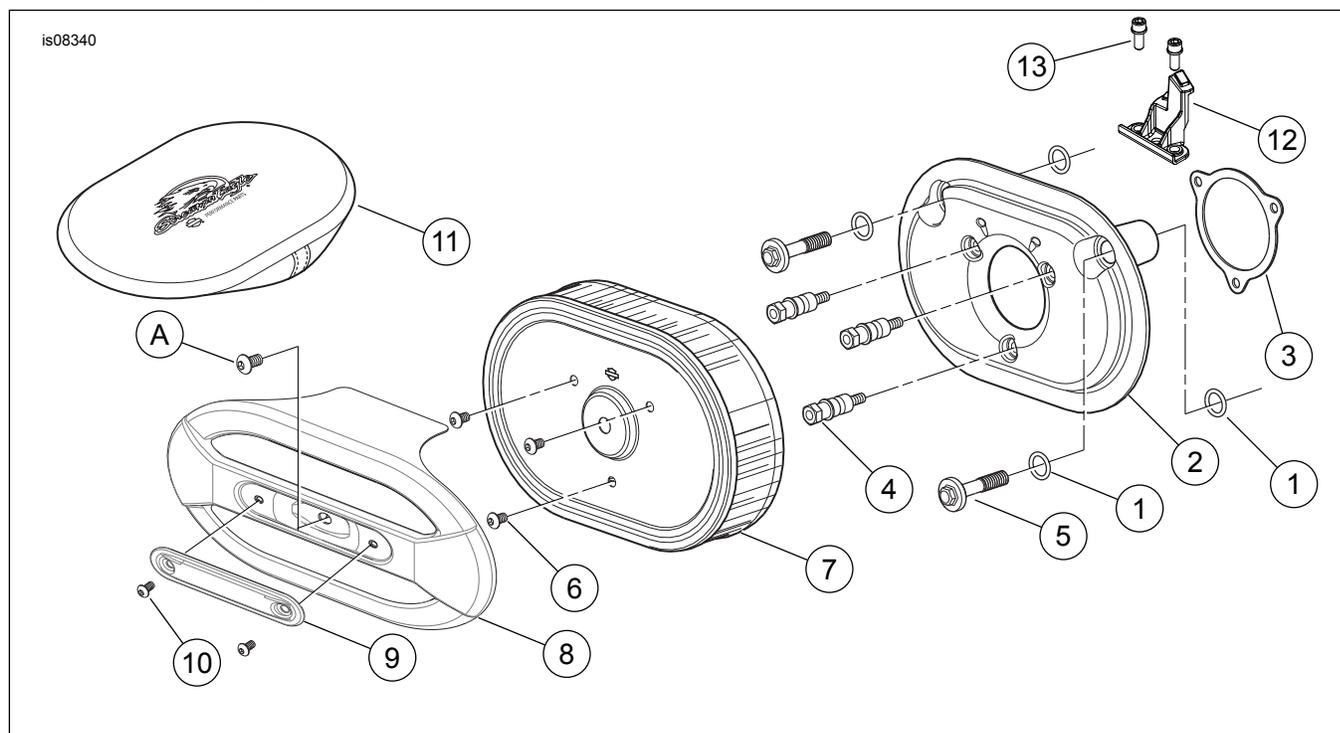

Figura 3. Peças de reposição: Kit do filtro de ar de desempenho Elite com ventilador Screamin' Eagle
Veja Figura 3 e Tabela 1.
1. Veja Figura 3. Instale a presilha ACR (12) nos espaços do módulo de indução onde o suporte foi montado. Fixe com os parafusos (13). Aperte os parafusos com torque de 3,4–4,5 N·m (30–40 ft-lbs).
3. Monte dois anéis de vedação “o-rings” (1) nos canais em torno dos furos dos parafusos do respiro no lado módulo de indução do conjunto da placa de apoio (2). Monte os outros dois anéis de vedação “o-ring” nos canais do lado de baixo das cabeças dos parafusos do respiro (5).
4. Remova a película da parte traseira da fita adesiva da gaxeta (3). Posicione cuidadosamente a lateral adesiva da gaxeta na placa de apoio. Alinhe os furos dos parafusos com espaços iguais. Pressione a junta de vedação com firmeza no lugar.
5. Introduza os novos parafusos do respiro (5) na placa de apoio.
8. Instale os prisioneiros de fixação do filtro de ar (4) totalmente através da placa posterior (2) até que as roscas dos parafusos sejam capturadas no módulo de indução. Deixe os parafusos com folga.
1. Veja Figura 3. Prenda o elemento filtrante (7) nos prisioneiros de fixação do filtro de ar (4) utilizando três parafusos TORX® (6) de acabamento brilhante do kit. Aperte os parafusos com torque de 6,2–6,8 N·m (55–60 in-lbs).
2. Aplique Loctite 243 – azul nas roscas do parafuso (A) original de fábrica da tampa do filtro de ar. Prenda a tampa do filtro de ar (8) no elemento filtrante (7) com o parafuso. Aperte o parafuso com torque de 4,1–6,8 N·m (36–60 in-lbs).
3. Monte o inserto (9) na tampa do filtro de ar usando dois parafusos cromados (10). Aperte com firmeza.
1. Veja Figura 3. Remova a tampa do filtro de ar (8) e inspecione o elemento do filtro (7) a cada 8.000 km (5000 mi), ou com maior frequência sob condições de muita poeira.